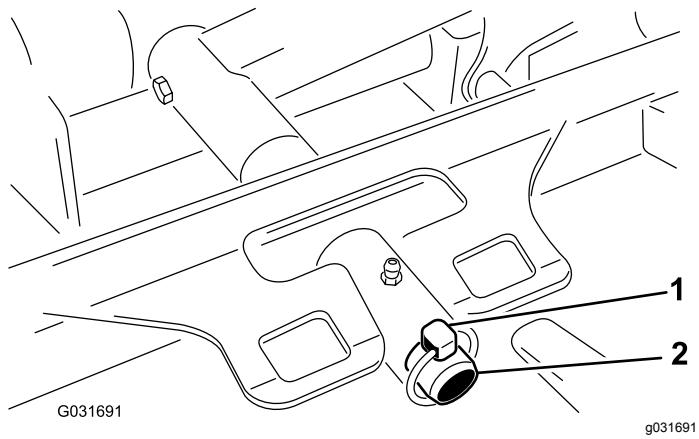

図60
3. デッキのキャリアフレームを昇降アームのピボットピンに固定しているリンチピンを外す図60。
3. デッキのキャリアフレームを昇降アームのピボットピンに入れ、リンチピンで固定する図60。